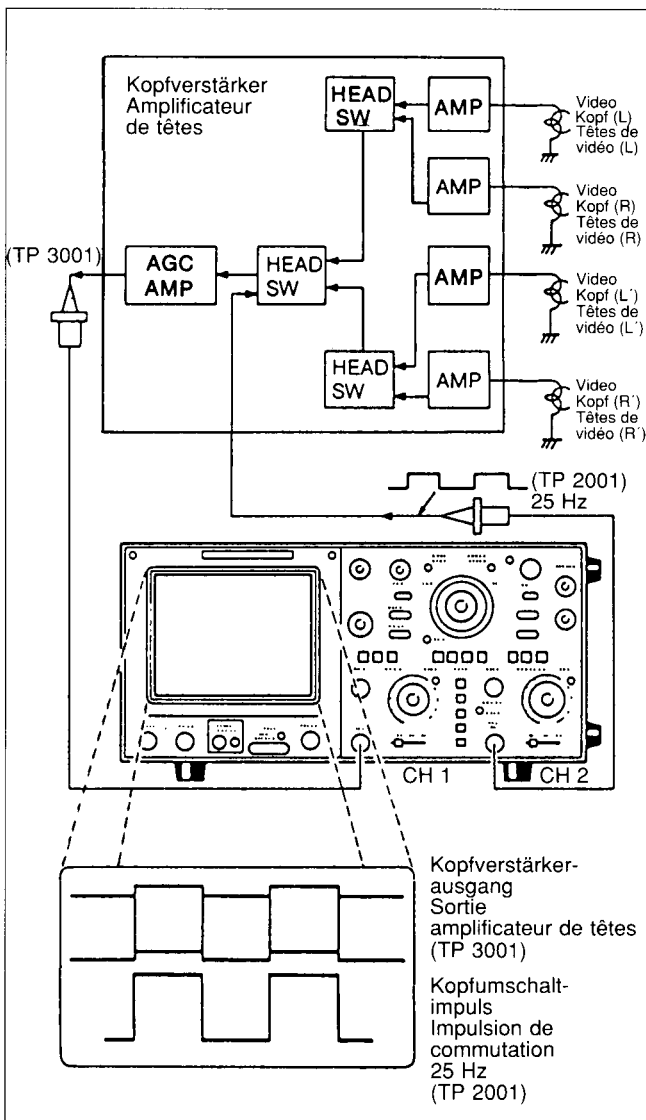

Fig. 48
- Die Alignment/Ralenti (Tracking) Taster in die "Neutral"-Position tasten. Dann das Oszilloskop mit dem Ausgang des Kopfverstärkers verbinden, siehe Fig. 48. Um ein stabiles Oszillogramm des Kopfverstärkeroutputs auf das Oszilloskop zu bekommen, den Kopfschaltimpuls als Triggersignal verwenden.
- Manipuler le réglage alignement/ralenti en position neutre. Relier l'oscilloscope à la sortie de l'amplificateur de têtes (voir Fig. 48). Pour obtenir un oscillogramme stable de la sortie de l'amplificateur de têtes, synchroniser l'oscilloscope avec l'impulsion de commutation de têtes.